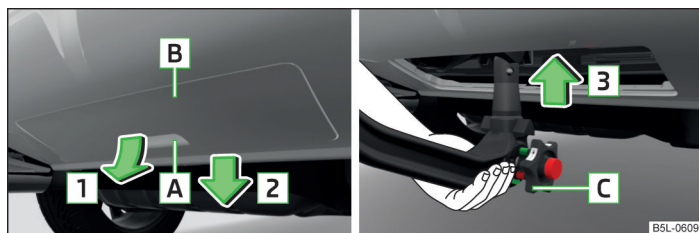

Fig. 129 Extraer la caperuza copertera situada en el parachoques trasero / aplicar la barra de cabeza esférica
- Agarre la caperuza copertera situada en el parachoques trasero **B** » fig. 129 por el asidero **A**, desbloquéela en el sentido de la flecha **1** y extráigala en el sentido de la flecha **2**.
- Agarre la barra de cabeza esférica **desde abajo** » fig. 129 y encájela en la cavidad de alojamiento siguiendo el sentido de la flecha **3** hasta que se encastre de forma audible » **!**.
El volante **C** » fig. 129 gira **automáticamente** hacia atrás y descansa sobre la barra de cabeza esférica » **!**.